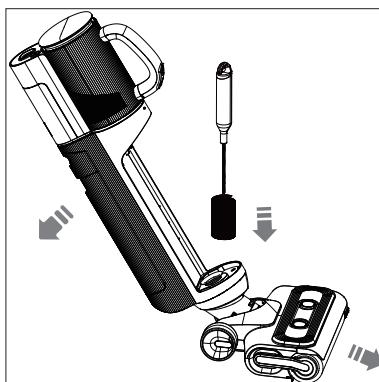

Fig. 20 – Pulizia del tubo
- ▶ Pulire il tubo dell'acqua sporca fino all'unità di pulizia con la spazzola di pulizia in dotazione (**vedere Fig. 20**).